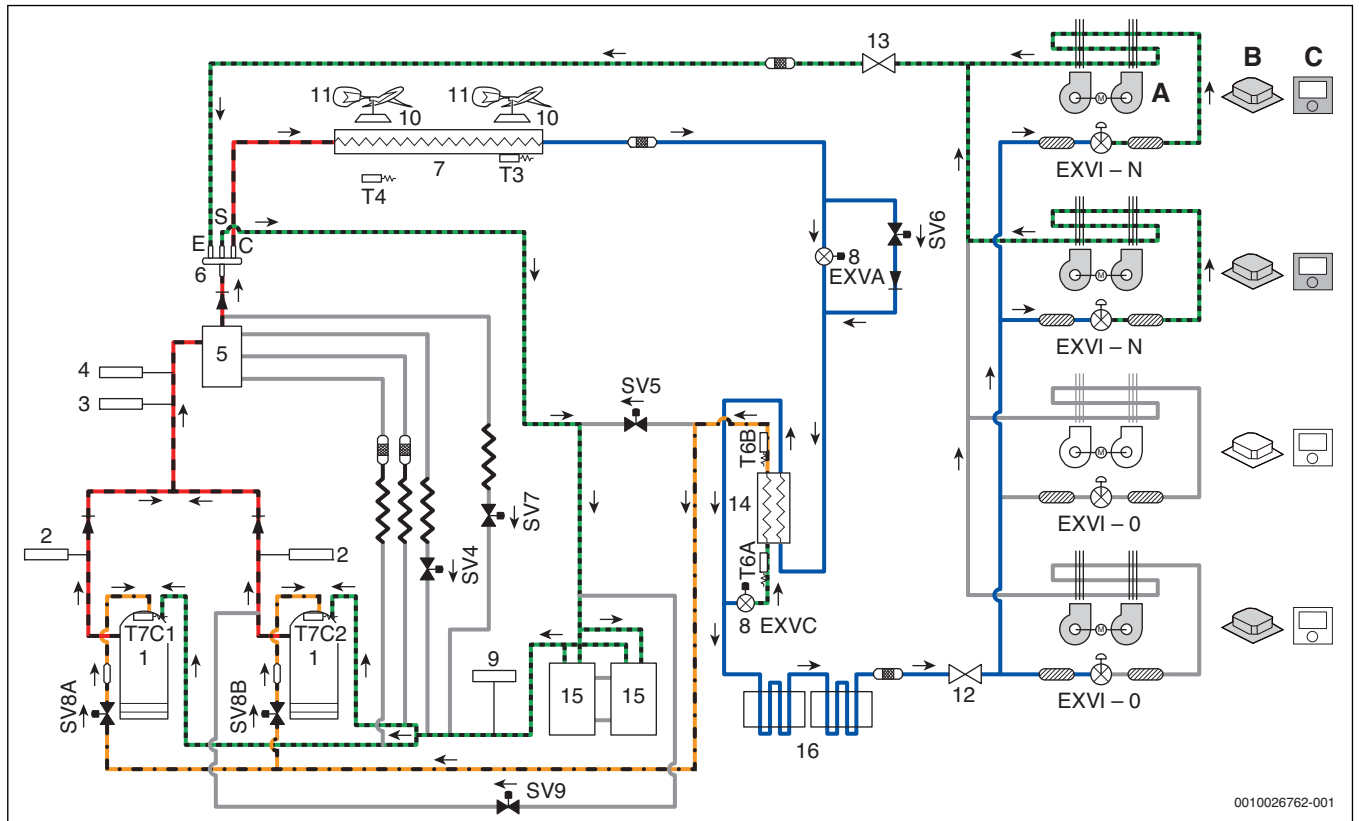

Рис. 28 Режим охлаждения
**Обозначения на рис. 28– 31:**